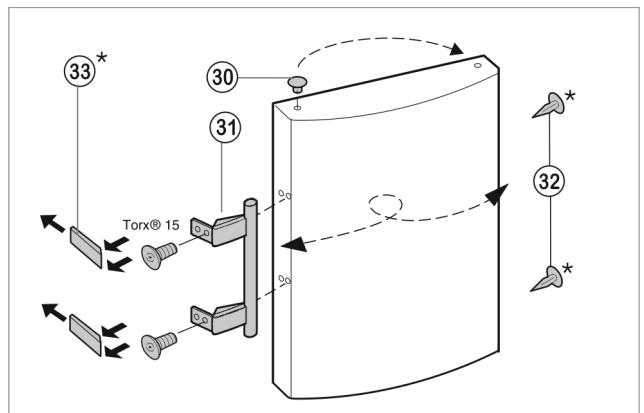

Fig. 9
- ▶ Stopfen Fig. 9 (30) aus der Türlagerbuchse herausheben und umsetzen.
- ▶ Türgriff Fig. 9 (31), Stopfen Fig. 9 (32) und Druckplatten Fig. 9 (33) abmontieren und auf die Gegenseite umsetzen.